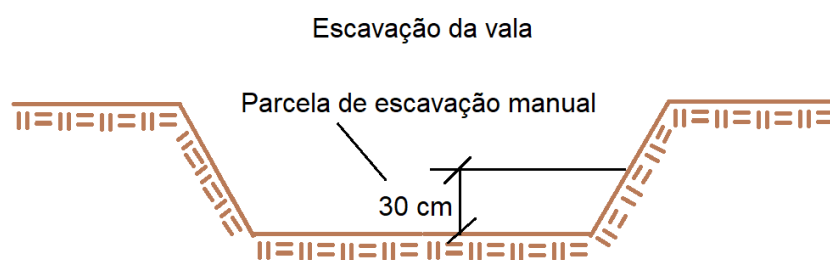

Figura 15: Escavação da vala.
**Detalhes e etapas construtivas** de execução das sapatas são um tema recorrente em concursos, principalmente os procedimentos listados na NBR 6122. A execução das fundações superficiais se inicia com a **escavação do terreno**. De acordo com a NBR 6122, caso esta etapa seja executada com auxílio de maquinário, o uso destes **equipamentos** deve ser **encerrado** ao se atingir uma profundidade que esteja a **no mínimo 30 cm acima da cota de assentamento da fundação**. O restante da escavação deve ser realizado manualmente (Figura 15).